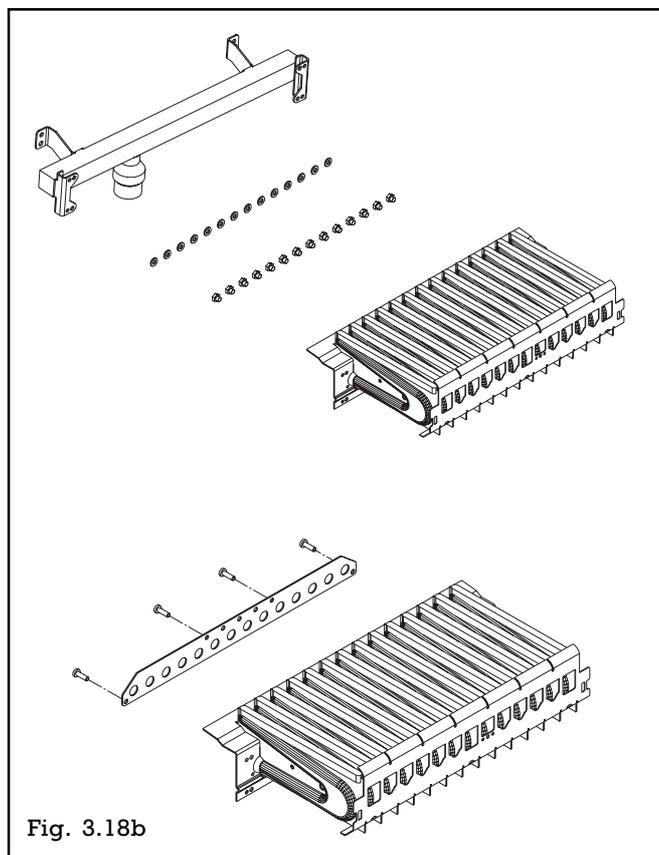

Fig. 3.18b
- remplacer les injecteurs en place par ceux fournis avec le set (clé de 7) et changer leur joint (fig.3.18b)
- fixer le déflecteur brûleur (fig.3.18b) approprié à l'aide des vis fournies dans le cas d'une transformation au GPL, le retirer dans le cas d'une transformation aux gaz naturels